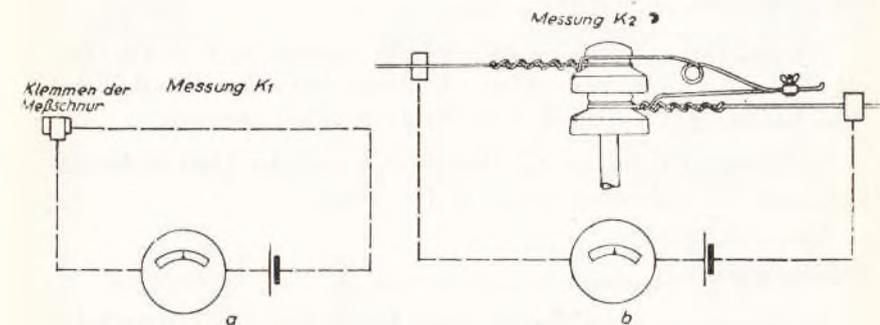

Bild 57. Prüfung einer Untersuchungsstelle.
- Messung nach Bild 57 a, Meßausschlag K_1 merken,
- Messung nach Bild 57 b, Meßausschlag K_2 ablesen.